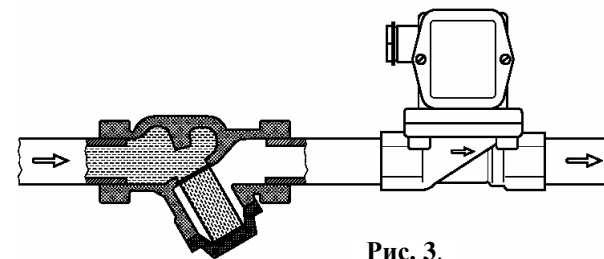

Рис. 3.
5.3. Если рабочая среда может содержать твердые загрязнения, использовать соответствующий фильтр, установленный перед клапаном по ходу движения потока (рис. 3).